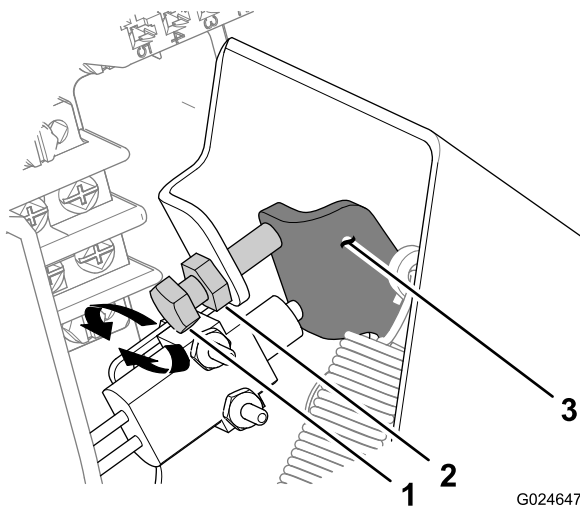

Figura 89
- A. Desaperte a porca de bloqueio que prende o batente do pedal do acelerador (Figura 89).
- No sentido dos ponteiros do relógio para aumentar o curso (Figura 89).
- No sentido contrário ao dos ponteiros do relógio para diminuir o curso (Figura 89).
- C. Aperte a porca de bloqueio (Figura 89).
- D. Repita os passos 1 a 4 para medir o curso livre do pedal (Figura 89).